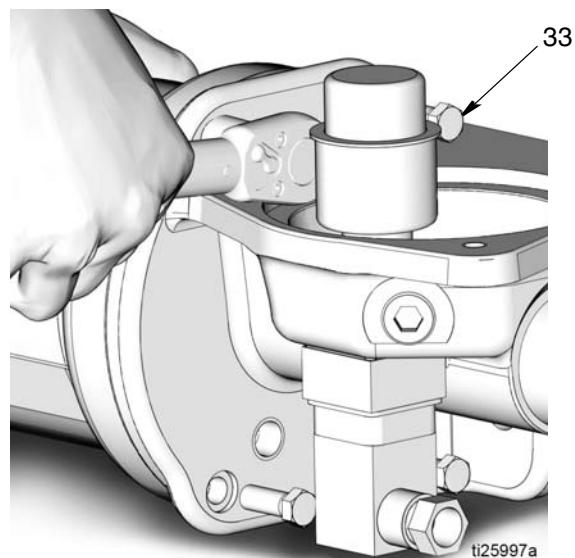

图 53
- c. 安装 4 个新螺栓。用手均匀拧紧螺栓 (33)，以对角模式每次每个拧一点点。然后用 10–13 英尺磅 (13.5–17.6 N·m) 的扭矩对角拧紧。参见图 53。